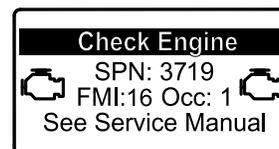

Figure 31
- Si une régénération en stationnement est nécessaire, l'InfoCenter affiche l'avertissement SPN 3719, FMI 16 (Figure 31) et le calculateur moteur réduit la puissance du moteur à 85 %.